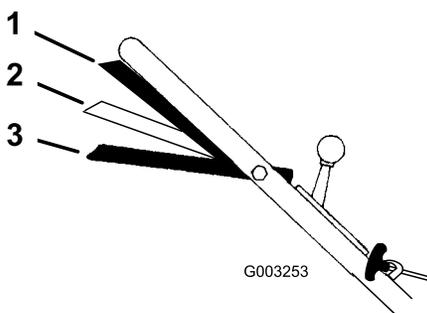

Figure 16
- Placez le levier de changement de vitesses en position point mort (N).
- Serrez la barre de commande contre le guidon en position marche/déplacement (Figure 16).
Remarque: Ne changez pas de vitesse lorsque la barre de commande est serrée contre le guidon en position marche/déplacement au risque d'endommager la transmission. Placez la barre de commande en position marche/changement (Figure 16) pour changer de vitesse de déplacement.